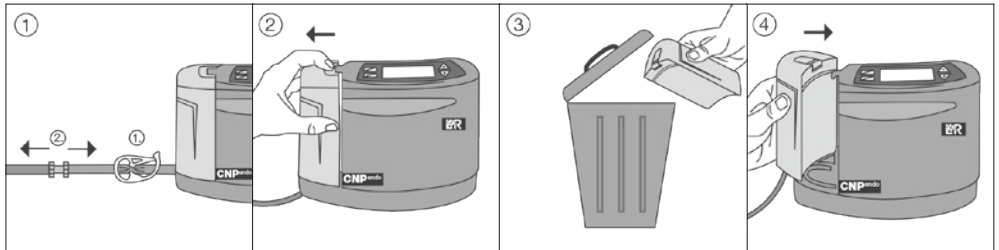

Abb. 4 Behälterwechsel
2. Verschließen Sie den Exsudatbehälterschlauch mittels Schlauchklemme (Abb. 4 [1 – 1]).
4. Lösen Sie den Exsudatbehälterschlauch vom Drainageschlauch (Abb. 4 [1 – 2]).
5. Drücken Sie auf die Verriegelung oben am Einweg-Exsudatbehälter, halten Sie diese gedrückt und ziehen Sie den Einweg-Exsudatbehälter waagerecht von der Therapieeinheit weg (Abb. 4 [2]).
6. Entsorgen Sie den Einweg-Exsudatbehälter und den integrierten Exsudatbehälterschlauch ordnungsgemäß (Abb. 4 [3], s. Kapitel 7.3).
7. Fixieren Sie einen neuen Einweg-Exsudatbehälter an der Therapieeinheit. Achten Sie auf einen festen Sitz des Einweg-Exsudatbehälters an der Therapieeinheit (Abb. 4 [4]).